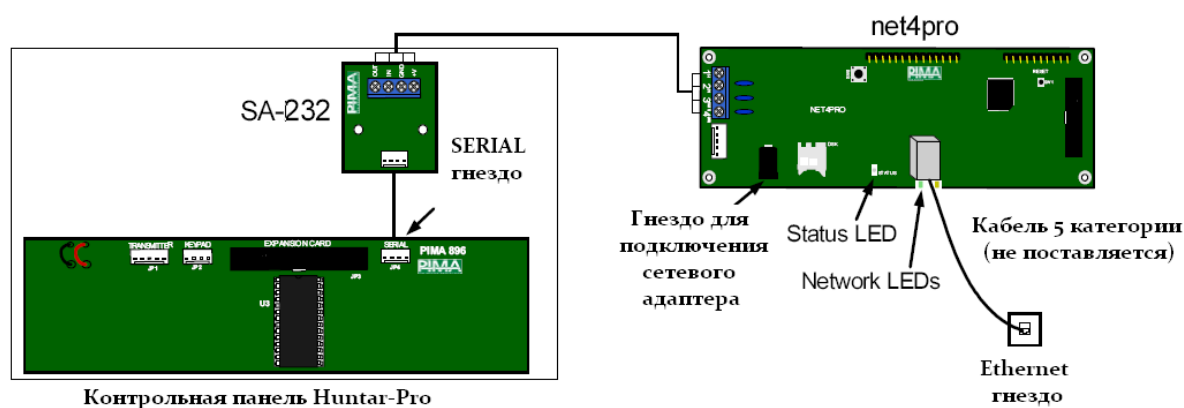

Рисунок 1. Подключение Net4Pro (new)
1.4 Подключить к модулю передачи Ethernet сетевой кабель (Рисунок.1)